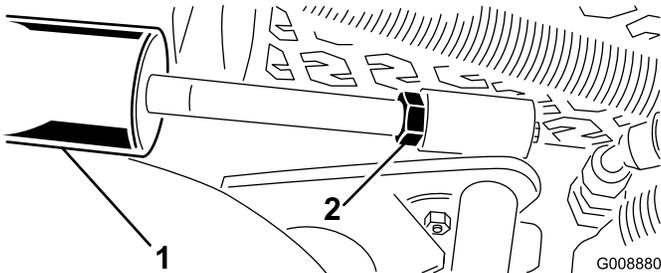

**Bild 28**
- 3. Lassen Sie den Motor an, heben die Hubarme an und prüfen, ob der Abstand zwischen der Abnutzungsleiste an der Oberseite der Heckschneideinheit und des Stoßstangenstreifens zwischen 0,51-2,54 mm liegt (Bild 28).